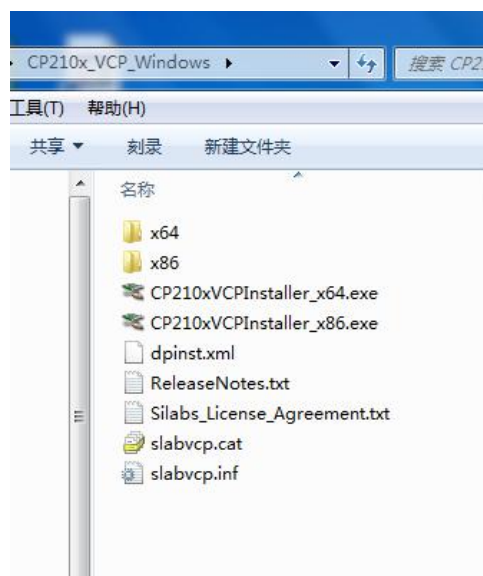

图 5.2
5.2.1 打开 CP210x_VCP_Windows,如图 5.2